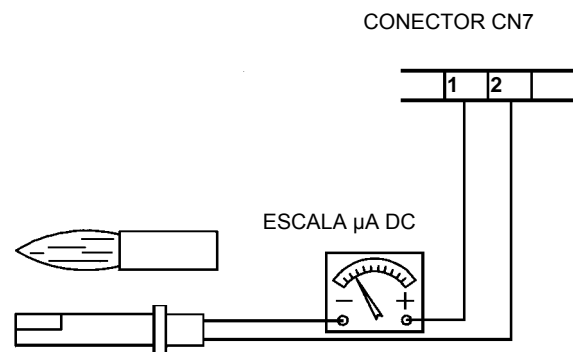

Fig. 56
- Examen y limpieza cuidadosa de la fotoresistencia de control de llama, si fuera necesario sustituirla. En caso de duda verificar la señal de encendido de la célula, después de haber puesto en funcionamiento el quemador, siguiendo el esquema en Fig. 56;
Para medir la señal de detección seguir el esquema de la Fig. 56. Si la señal no entra en el umbral de los valores indicados, verificar los contactos eléctricos, la limpieza de la cabeza de combustión, la posición de la fotorresistencia y eventualmente sustituirla.